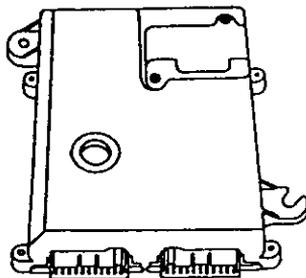

FIG. 5.1 COMPUTADORA (ECM Ó ECU).
**La computadora (Fig. 5.1).**- Comúnmente llamada Módulo de Control Electrónico (ECM), o Unidad de Control Electrónico (ECU), la computadora es el corazón del sistema electrónico de inyección y del sistema de inyección por el estrangulador. Es una caja de 15 cms. por 7 cms., más o menos, localizada en algún punto del cofre o del tablero. Dentro de esa caja está un circuito microscópico llamado chip, del tamaño de un botón. Es el microprocesador, que responderá a ciertos impulsos eléctricos que ha de recibir de los diversos sensores colocados en el motor, éstos se describen a continuación: